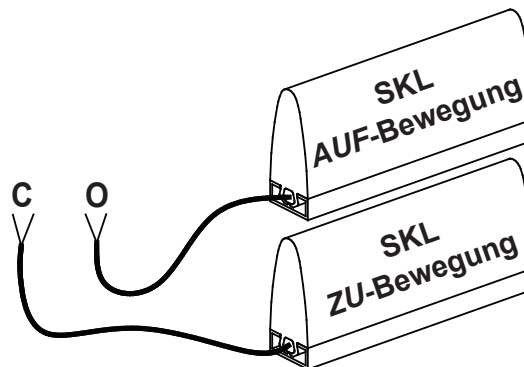

Bild 1: Verschaltung am Spulenkern
9.1 Anschluss am Spulenkern (Bild 1)